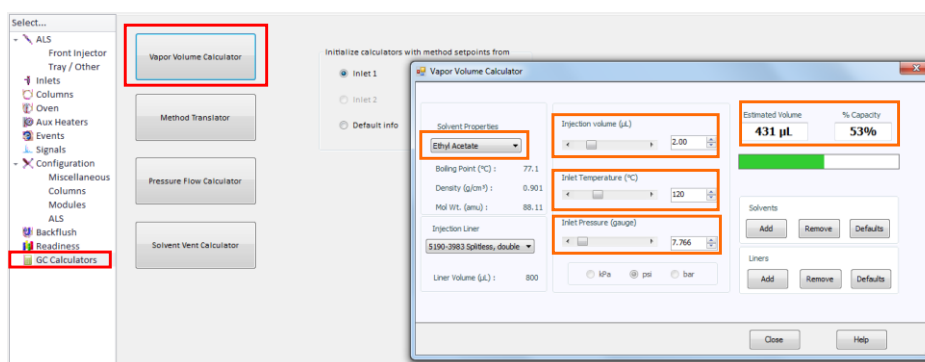

Figura 30. Cálculo del volumen de vaporización del solvente.
8.6.4.3 Cálculo del volumen de vaporización del solvente. Antes de realizar la inyección, debe asegurarse que el volumen de solvente inyectado es compatible con la capacidad del **liner** que se va a utilizar. *Agilent* tiene una herramienta que ayuda a determinar esta condición. Ingrese desde el menú **Instrument > GC Parameters**, después seleccione en el panel izquierdo **GC Calculators > Vapor volume calculator**. El software calcula el volumen aproximado de vaporización del solvente de acuerdo con la cantidad inyectada, tipo de **liner**, temperatura del puerto de inyección y presión en el inyector, esta última es muy importante en el caso que se trabaje con inyección pulsada. De esta forma se puede verificar que el volumen inyectado no sobrepasa la capacidad del **liner** y que se realizará la transferencia cuantitativa a la columna, evitando que se genere contaminación en el puerto de inyección, véase Figura 30.